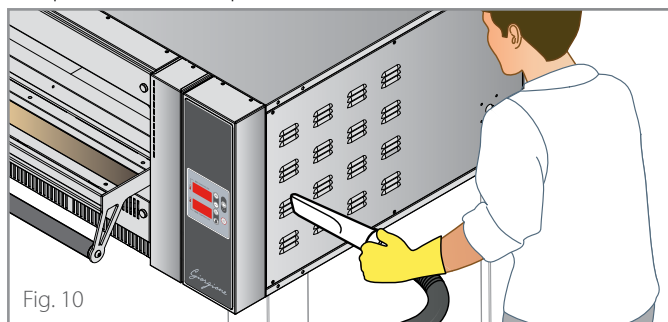

Fig. 10
► **Fig. 10** Gardez toujours libres et propres les fentes d'aération du compartiment électrique.